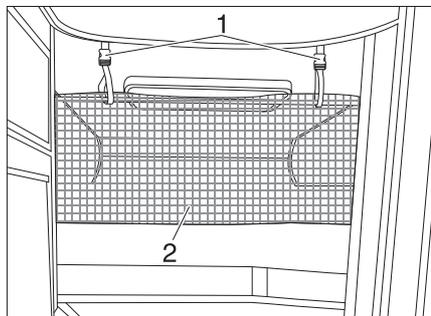

Bild 137 Sicherungsnetz
Das Sicherungsnetz (Bild 137,2) ist serienmäßig zwischen Matratze und Lattenrost verstaut. Das Sicherungsnetz erst aufspannen, wenn sich die Person bereits im Bett befindet.
- Die Haltebänder (Bild 137,1) in die Halterungen an der Decke einrasten.